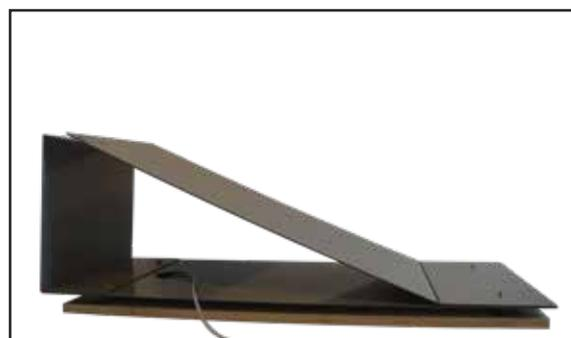

Abb. 09: Standfußteil B aufbringen
8. Standfußteil B mit der kurzen Seite auf die oberen Gewindebolzen und Standfußteil A stecken (Nut-Seite nach oben, Abb. 09).